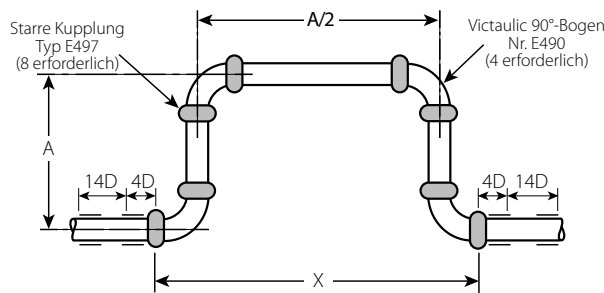

Abbildung 1
b. Expansionsschleifen mit starren Victaulic Kupplungen und Formteilen: Expansionsschleifen oder „U“-Bögen werden häufig verwendet, um Ausdehnung und/oder Kontraktion aufgrund wärmebedingter Veränderungen auszugleichen. Die nötigen Abmessungen einer Edelstahlrohr-Expansionsschleife in einem StrengThin™ System 100 finden Sie in folgender Tabelle (siehe Abbildung 1 für die Schleifenhöhe „A“):